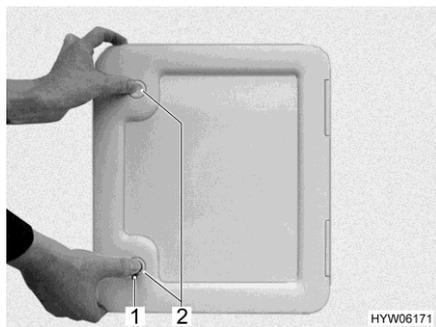

Fig. 287 Trampilla para el depósito de aguas fecales
- Abrir la trampilla para el depósito de aguas fecales en el exterior del vehículo. Para esto, introducir la llave en el cilindro de cierre del cierre a presión (Fig. 287,1 ó Fig. 288,1 ó Fig. 289,1) y girarla un cuarto de vuelta en sentido de las agujas del reloj.